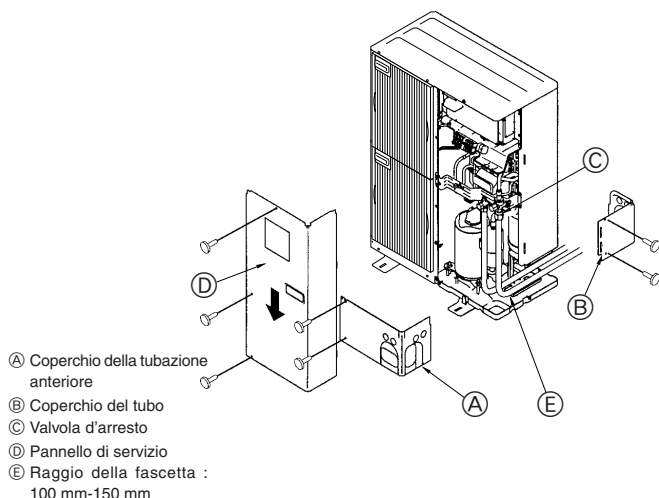

Fig. 4-4
4.3. Tubazione del refrigerante (Fig. 4-4)